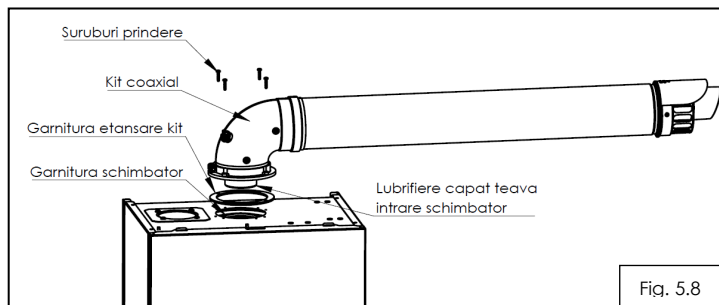

Fig. 5.8
Pentru instalarea facilă a kitului este necesar lubrifierea capatului cotului (4) la partea de intrare în centrală, utilizați numai apă sau săpun comercial standard. Lubrifierea este necesară pentru a nu deplasa garnitura de evacuare de pe schimbătorul principal de căldură (fig. 5.8).